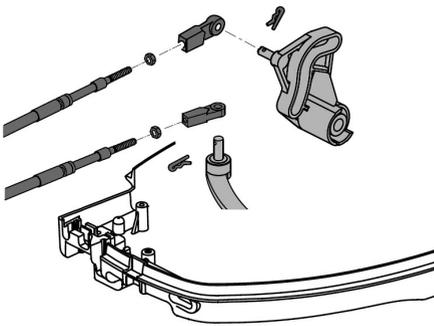

Рис. 14 Подключение тросов к мотору
6. Установите наконечники тросов переключения передач и управления дроссельной заслонкой на рычаги и зафиксируйте их шплинтами (Рис. 14).
8. Закрепите оболочки тросов управления на моторе. Установите стопорную пластину в проточки оболочки тросов. Вставьте пластину вместе с оболочками тросов в корпус мотора (Рис. 14).